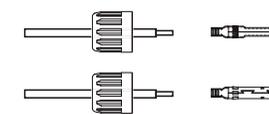

Figura 5.14 Insira o fio na porca de fixação do conector e no pino de contacto
2. Insira o fio na porca de capa do conector e no pino de contato. (consulte a Figura 5.14)